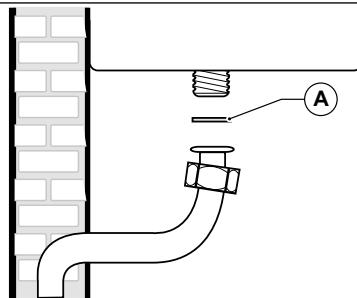

Рис. 15 Подключение к газовой сети
ОБЯЗАТЕЛЬНО, при подключении котла к линии подачи ГАЗА использовать накидную гайку (A) с применением прокладки в стыковой полости (смотри Рис. 15 Подключение к газовой сети).